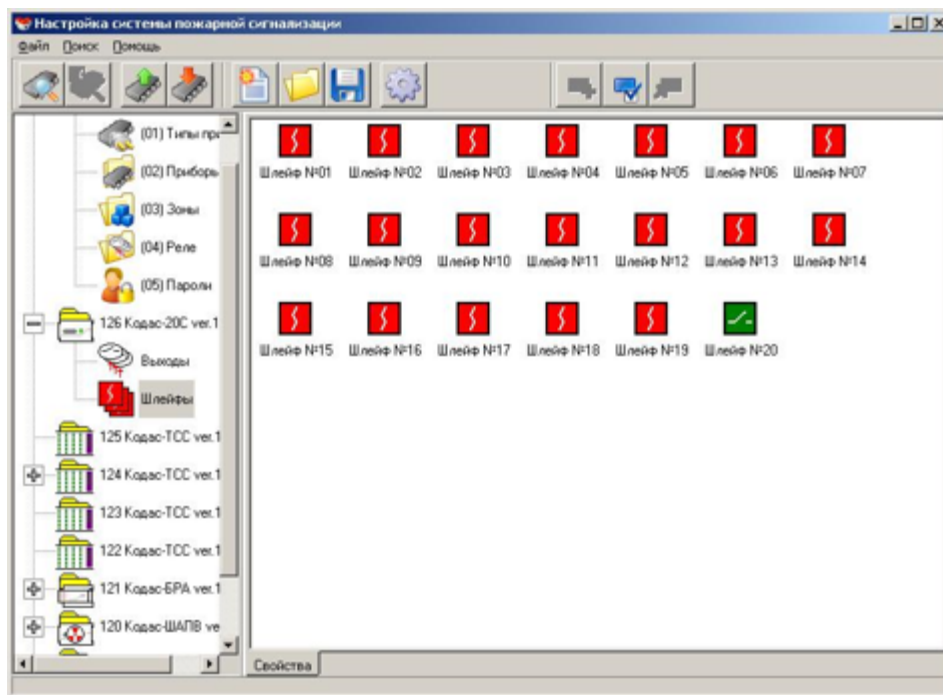

Рис. 25
**5.4.2** При виділенні піктограми «шлейфи» праве вікно набуває вигляду, як на рис.25, де у вигляді піктограм червоного кольору відображаються пожежні ШС, а зеленого - технологічні ШС.